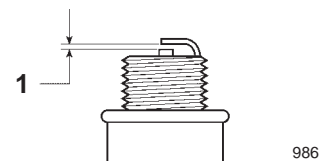

Bild 23
4. Stellen Sie den Elektrodenabstand an der neuen Zündkerze auf 0,50 mm ein (Bild 23).